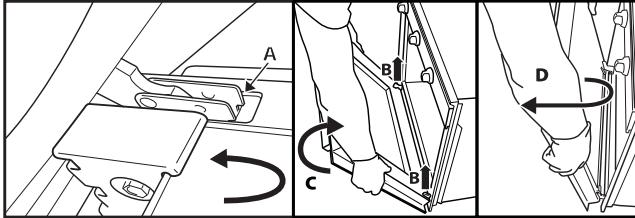

Рис. 2
3. Закройте дверцята до кінця (A), підніміть їх (B) і поверніть (C), поки вони не вивільняться (D) (рис. 2).